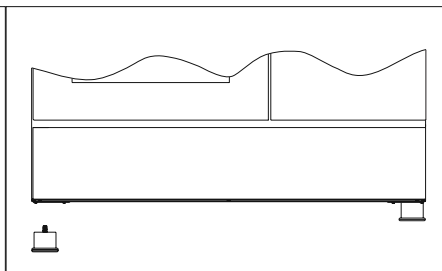

Рис.12
3. При наличии ножек как на (рис.12). Вы можете регулировать высоту плиты, проворачивая их по ходу или против хода часовой стрелки.